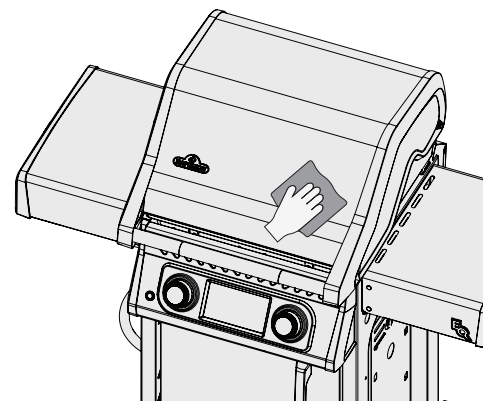

Fig. 9
- Siempre limpie en la dirección de la veta. (Fig. 9)